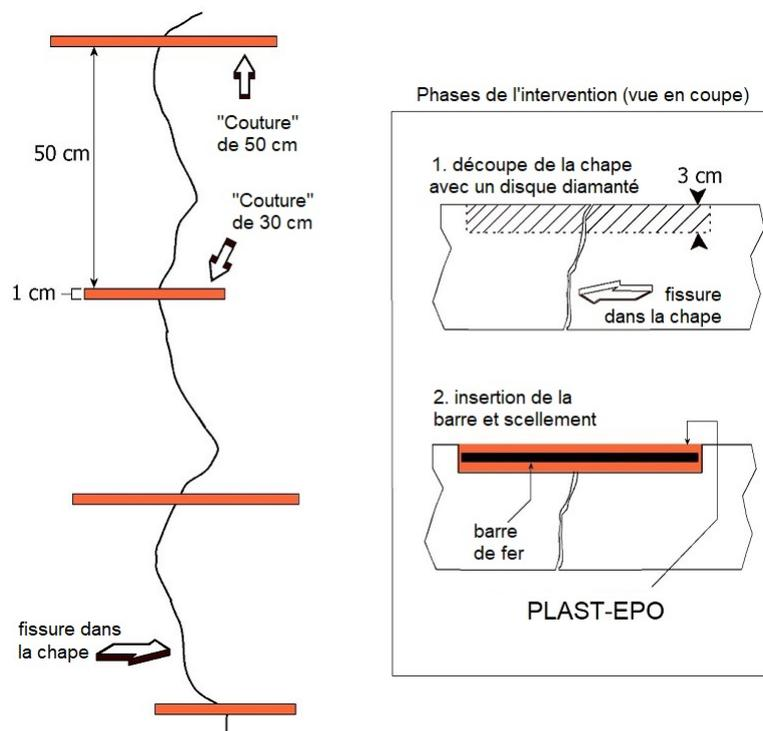

Figure 1 - Cousion d'une fissure en MOUVEMENT
- La jointure peut être la même que celle de la méthode utilisée pour les FISSURES MOBILES (voir le paragraphe correspondant et la Figure 1) s'ils sont suffisamment pris pour avoir épuisé la plus grande partie du retrait hygrométrique (environ 1 mois pour les chapes et 3 mois pour le béton).